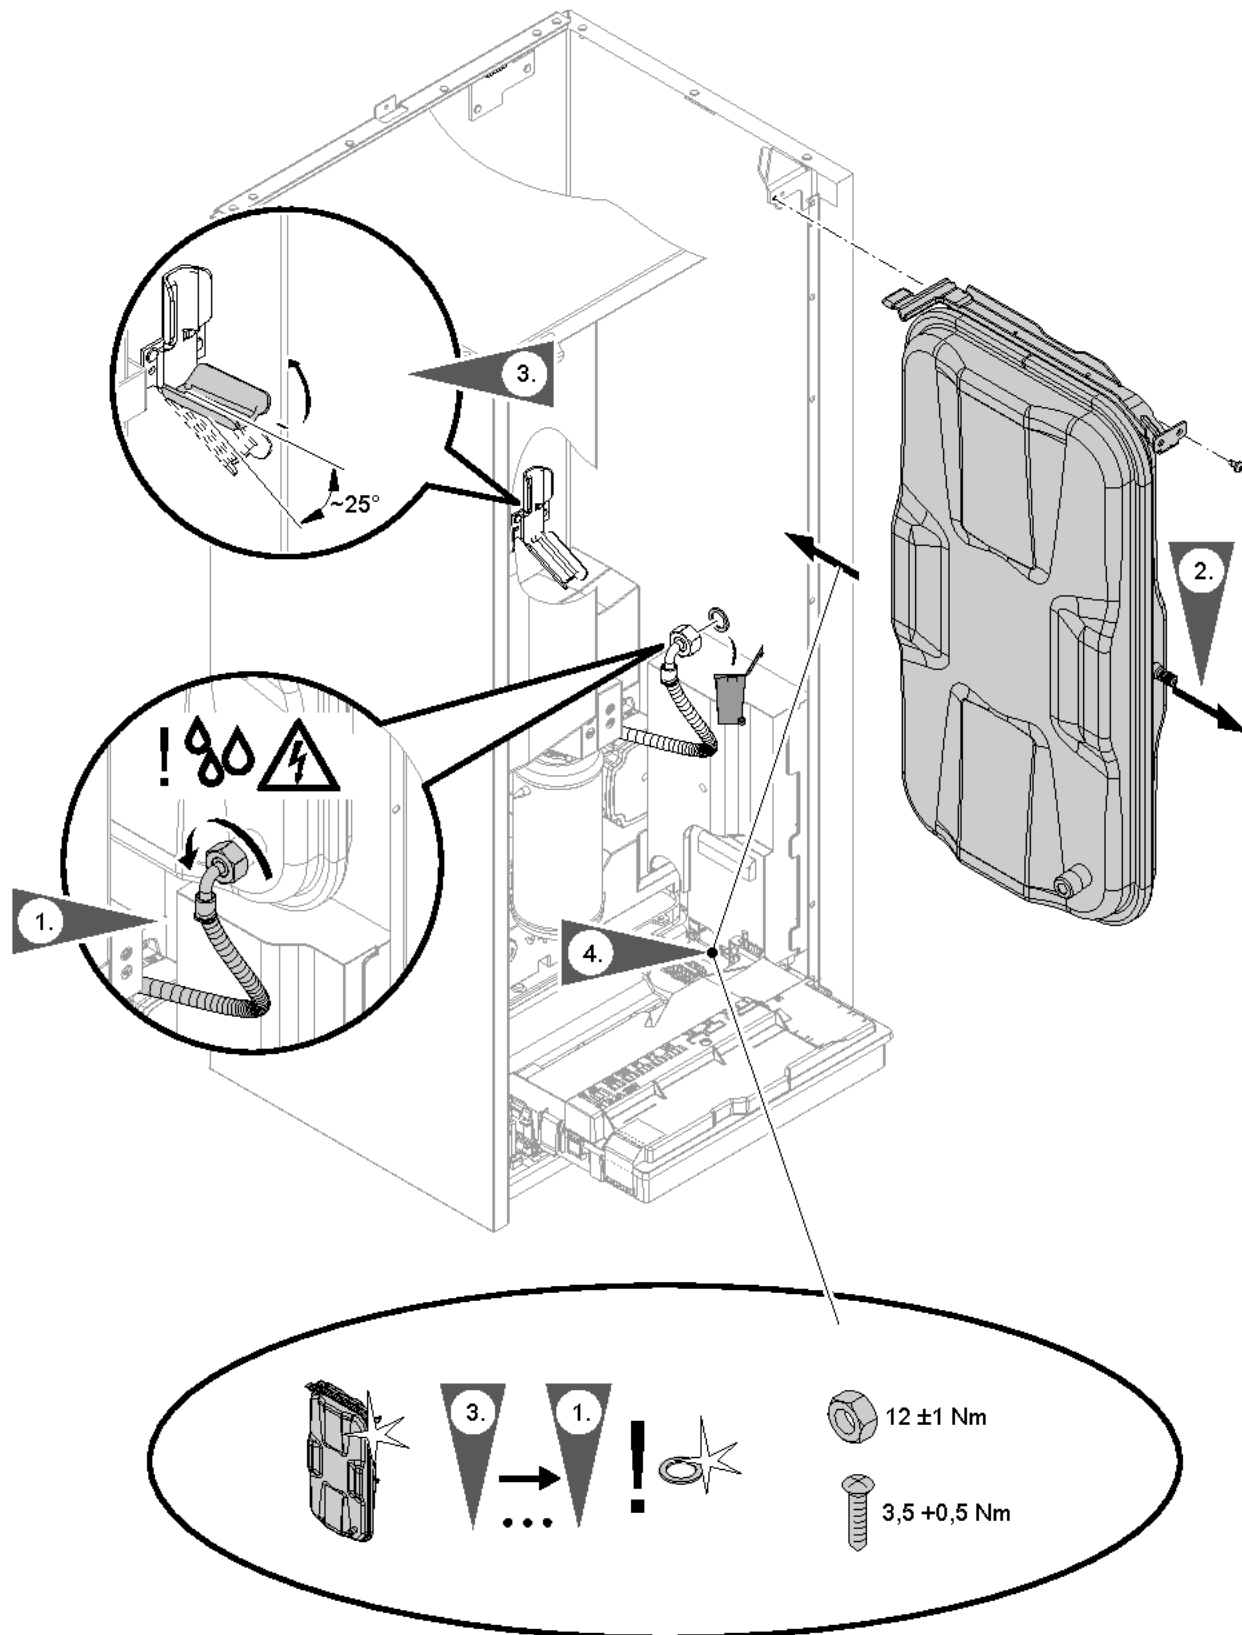

Abb. 84
- Ausdehnungsgefäß: Siehe Abb. 84.